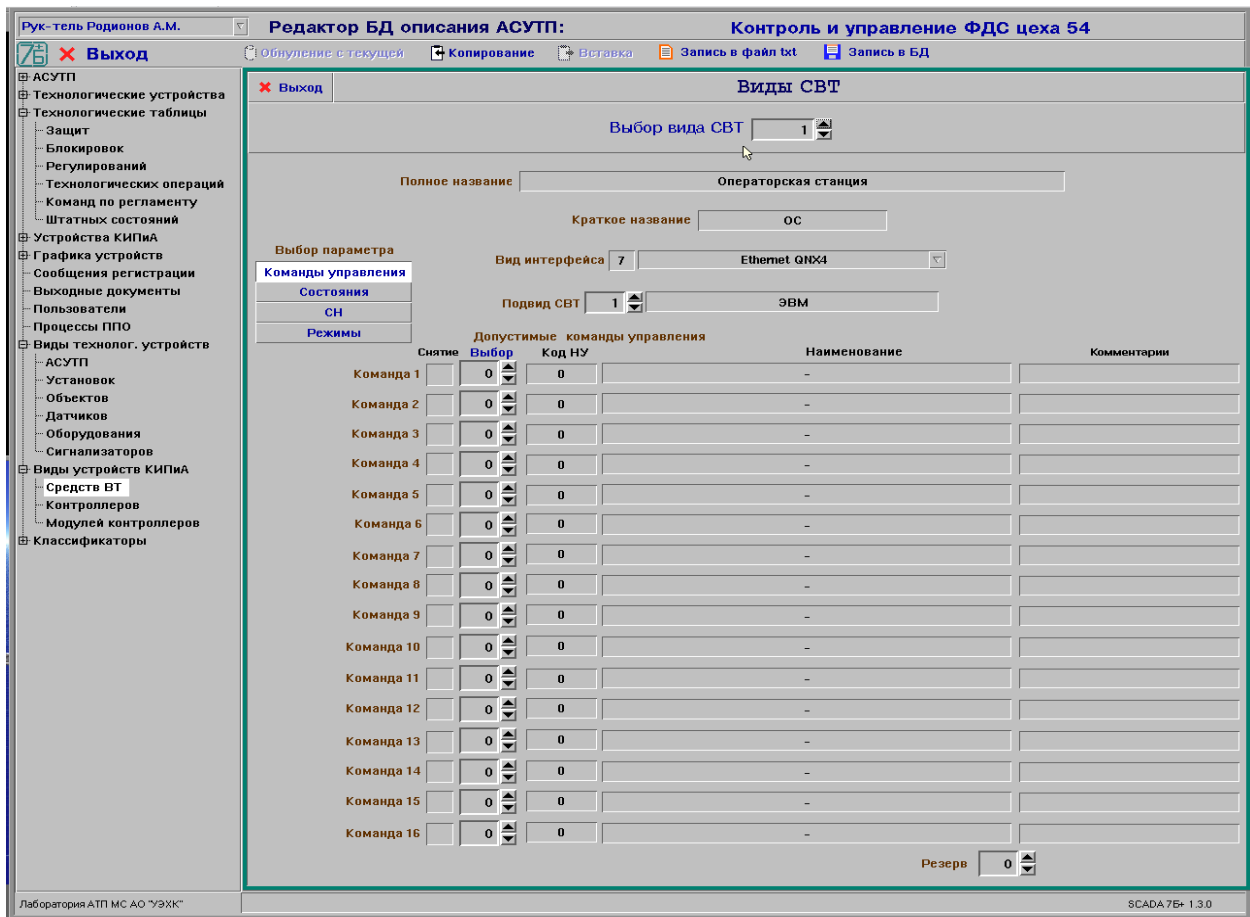

Рисунок 39 - Окно редактирования видов СВТ
8.21.9 В окне редактирования параметров видов СВТ (см. рис. 39) дополнительно отображаются следующие параметры элемента, записанные в БД, и которые может откорректировать пользователь: